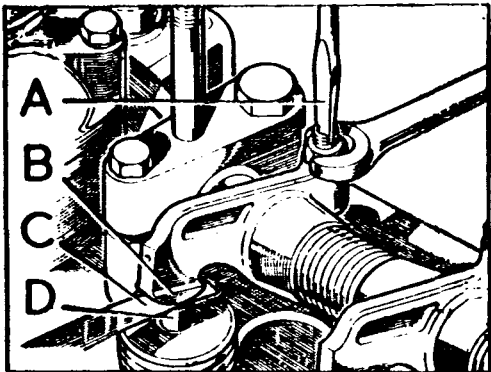

Fig. A1-56 Reglaje de taqués
- 1.3. Ajustar el juego de taqués a 0,25 mm. para todas las válvulas con el motor frio o caliente (Fig. A1-56).